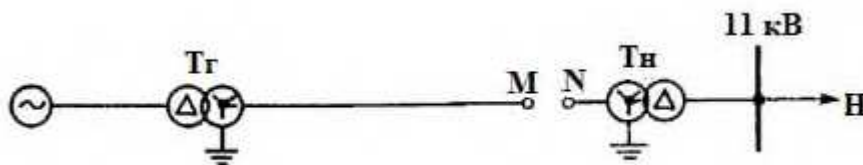

Рис. 3.3. Схема питания нагрузки от выделенного блока генератор – трансформатор
3. На рис. 3.3. приведена схема питания нагрузки (Н) по линии 220 кВ от выделенного блока турбогенератор - трансформатор. Составьте комплексную схему замещения для расчета несимметричного режима. Фаза А в конце линии отключена.